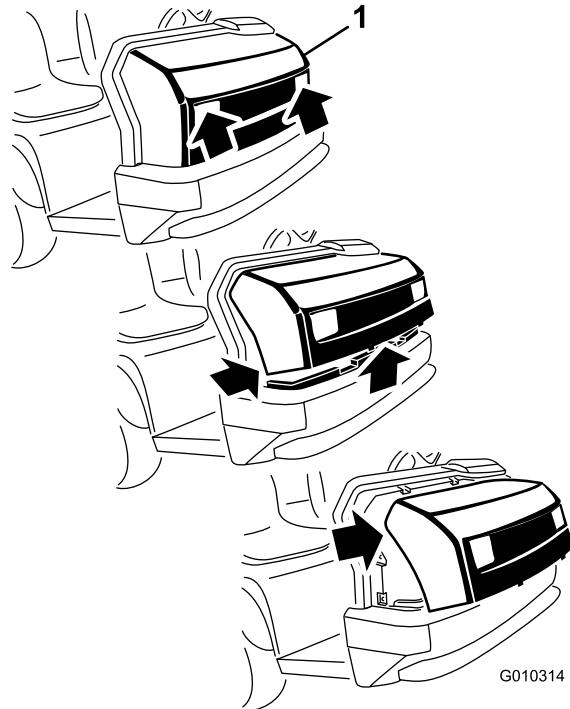

Figura 1
1. Afferrate il cofano dalle aperture dei fari, sollevatelo per sganciare le linguette di montaggio inferiori dalle fessure del telaio (Figura 1).
2. Ruotate verso l'alto la parte inferiore del cofano in modo da estrarre le linguette di montaggio superiori dalle fessure del telaio (Figura 1).
3. Ruotate in avanti la parte superiore del cofano e scollegate i connettori dei fili dai fari (Figura 1).